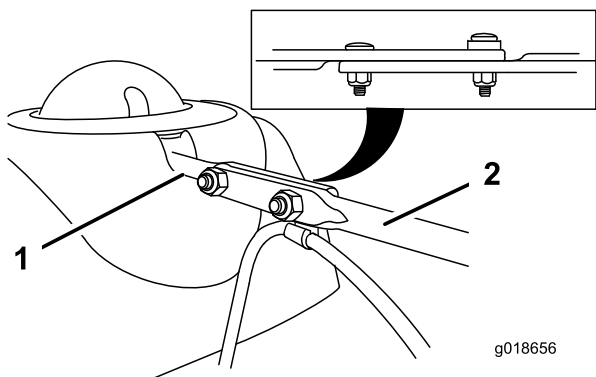

Рисунок 15
3. Совместите плоский задний конец длинного штока управления желобом с плоским передним концом короткого штока, который выступает из панели управления, таким образом, чтобы они образовали единое целое (Рисунок 15).